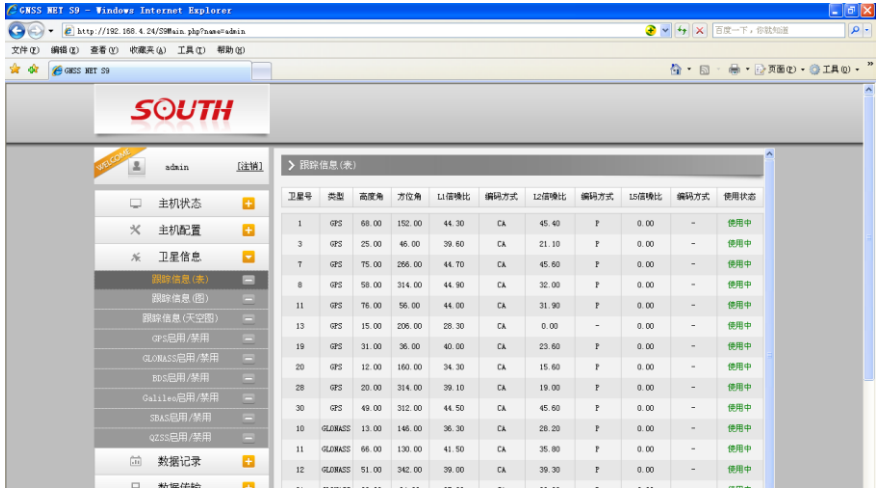

图 3-11 卫星信息栏页面
d) “卫星跟踪”页面如图 3-11 所示。可以选择取用卫星系统种类和频段，和高度截止角的设置；